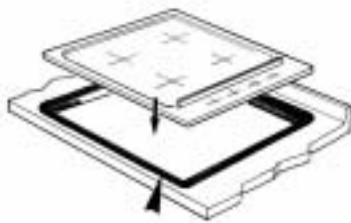

Fig. 11
Løft toppen over utsparingsåpningen for å kontrollere at den passer godt, uten å legge koketoppen ned på forseglingen (fig. 11). Løsne med en skrutrekker skruene som holder feste A og flytt disse klemmen innover (pos. 1). Fig. 11.1.